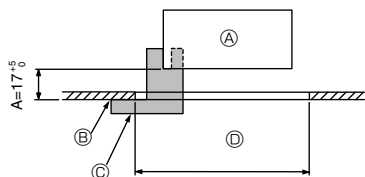
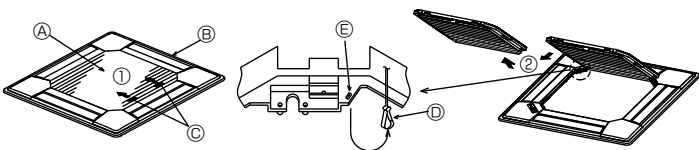
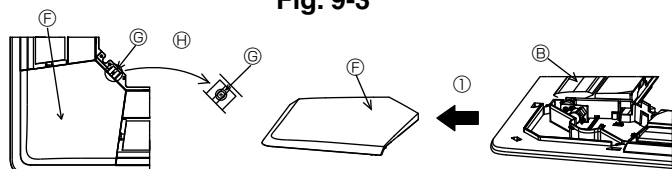

Fig. 9-2
Fig. 9-3
Fig. 9-4
①	Dimensões da grelha	1	950 × 950 (mm)
②	Parafuso com anilha fixa	4	M5 × 0,8 × 25
③	Manómetro	1	(Dividido em quatro partes)
④	Fecho	3
⑤	Parafuso	4	4 × 8
⑥	Parafuso	1	4 × 12
⑦	Controlo remoto sem fio	1	para PLP-6BALM, PLP-6BALME
⑧	Controlo remoto com fio	1	para PLP-6BAMD, PLP-6BAMDE
⑨	Painel de canto i-see sensor	1	para PLP-6BAE, PLP-6BAMDE, PLP-6BALME
9.2. Preparar a fixação da grelha (Fig. 9-2)
- Utilizando o manómetro ③ fornecido com este kit, ajuste e verifique a posição da unidade em relação ao tecto. Se a unidade não estiver adequadamente posicionada em relação ao tecto, poderá permitir a existência de fugas de ar ou provocar a acumulação de condensação.
- Certifique-se de que o passo ④ é realizado com 17-22 mm. Se não aderir a esta amplitude de valores poderão ocorrer danos.
- Ⓒ Manómetro ③ (inserido na unidade)
9.2.1. Remoção da grelha de admissão (Fig. 9-3)
- Deslize as alavancas na direcção indicada pela seta ① para abrir a grelha de admissão.
- Com a grelha de admissão na posição "aberta", retire a dobradiça da grelha de admissão da grelha tal como indicado pela seta ②.
9.2.2. Remoção do painel de canto (Fig. 9-4)
- Retire o parafuso do canto do painel de canto. Deslize o painel de canto tal como indicado pela seta ① para remover este painel.
[Fig.9-3] [Fig.9-4]